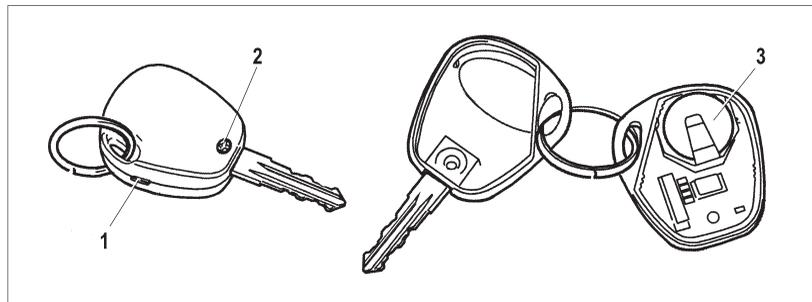

Рис. 53. Замена элемента питания пульта дистанционного управления
- выкрутите винт 2 (рис. 53) со стороны корпуса, противоположной кнопкам управления;